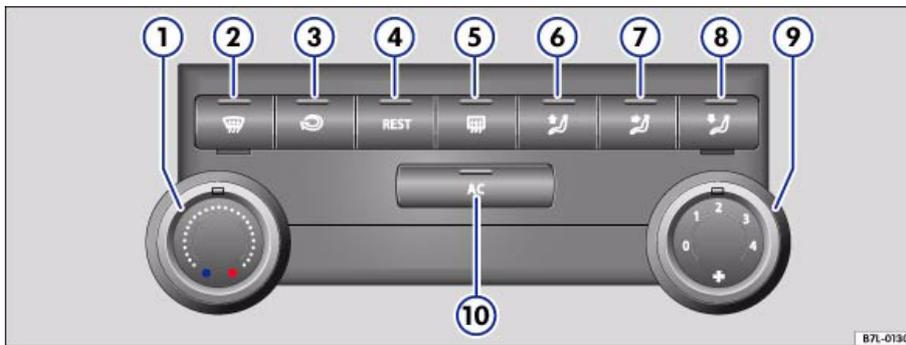

Abb. 87 In der Instrumententafel: Bedienelemente der Klimaanlage
– Drehen Sie den Temperaturregler ⇒ Abb. 87 ① oder den Gebläseschalter ⑨, um die Temperatur bzw. das Gebläse einzustellen.
- ① Temperaturregler ⇒ Seite 115.
- ②  – Defrostfunktion der Frontscheibe. Die angesaugte Außenluft wird an die Frontscheibe geleitet. Bei Temperaturen über 3 °C wird die Kühlanlage eingeschaltet, um die Luft zu entfeuchten.
- ③  – Umluftbetrieb ⇒ Seite 116
- ④  – Restwärme nutzen ⇒ Seite 115
- ⑤  – Heckscheibenbeheizung. Die Heckscheibenbeheizung wird abhängig von der Außentemperatur für 4 bis 20 Minuten eingeschaltet. Sie lässt sich vorzeitig durch erneutes Drücken der Taste ausschalten.
- ⑥  – Luftverteilung oben
- ⑦  – Luftverteilung Mitte
- ⑧  – Luftverteilung unten
- ⑨ Gebläseschalter. Der Luftdurchsatz ist in 4 Stufen einstellbar. Das Gebläse sollte immer in niedriger Stufe mitlaufen, damit jederzeit frische Luft ins Fahrzeug gelangt.